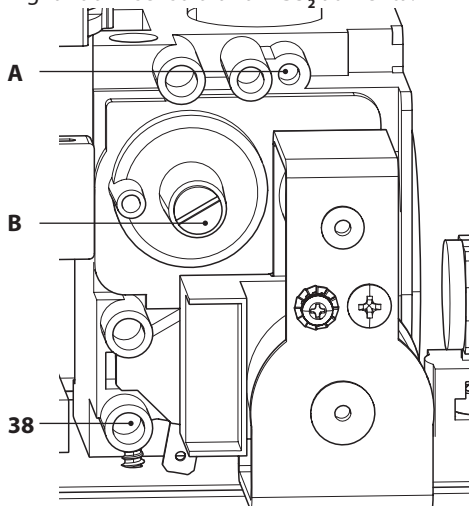

Figura 7.5
- A caldaia spenta (fuori servizio), controllare la pressione di alimentazione utilizzando la presa 38 in Figura 7.5 e confrontare il valore letto con quelli riportati nella tabella Pressioni di alimentazione gas nella sezione "Dati tecnici" pag. 28.
- Richiudere bene la presa di pressione 38 in Figura 7.5.
- Per tarare il  $\text{CO}_2$  della caldaia (pressione del gas al bruciatore) svitare completamente il tappo in ottone di protezione **B** e agire sulla vite a brugola  $\varnothing 4$  mm sottostante Figura 7.5, girando in senso orario il  $\text{CO}_2$  aumenta.
- Se i due dati non coincidono agire sulla vite regolazione massimo RQ (**A** in Figura 7.5) della valvola gas e tarare il  $\text{CO}_2$  allo stesso valore riportato nella "Dati in sanitario" sezione "Dati tecnici M262.2025SB/T" a pag. 28 e sezione "Dati tecnici M262.3035SB/T" a pag. 32. Girando in senso orario il  $\text{CO}_2$  diminuisce.